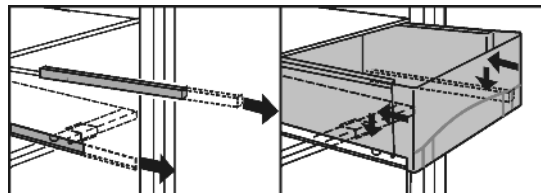

Fig. 34
- ▶ Enlever le couvercle du tiroir : Une fois le tiroir retiré, tirer le couvercle du tiroir *Fig. 34 (2)* avec régulation de l'humidité prudemment vers l'avant et l'ôter par le bas.